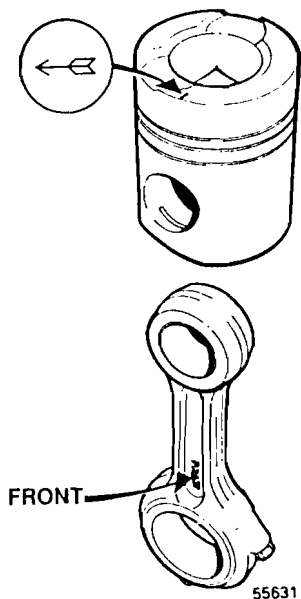

Fig. 115
44 Armar el pistón y la biela de forma que la palabra (FRONT) de la biela quede en la misma dirección que la flecha en la cara superior del pistón, ver fig. 115.
- 49 Montar el pistón y la biela con la flecha y la marca "FRONT" en la dirección opuesta a la bomba de agua, véanse las figs. 115 y 117.